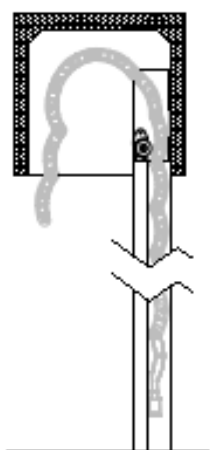

Fig.14
- 2- Dérouler le tablier dans les coulisses (FIG. 14,15)